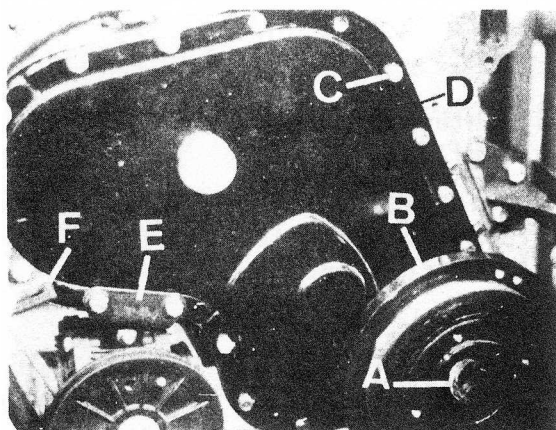

Fig. A3-62 Desmontaje de la tapa de la distribución y damper
- 1.5. Desmontar el tornillo -garra, A (Fig. A3-62) y retirar el damper, B.
- 1.6. Desmontar los tornillos, C (Fig. A3-62) que fijan la tapa, D, el soporte del depresor, E, y el del tensor, F. Retirar éstos y la junta de la tapa.
- 3.2. Desmontar el damper e instalar el resto de los tornillos que fijan la tapa y los soportes, E, y F (Fig. A3-62).
- 3.3. Aplicar una capa de grasa en el labio de obturación del retén, instalar el damper y fijar éste con su tornillo-garra, C (Fig. A3-62), apretando éste a 27,65 mkg.